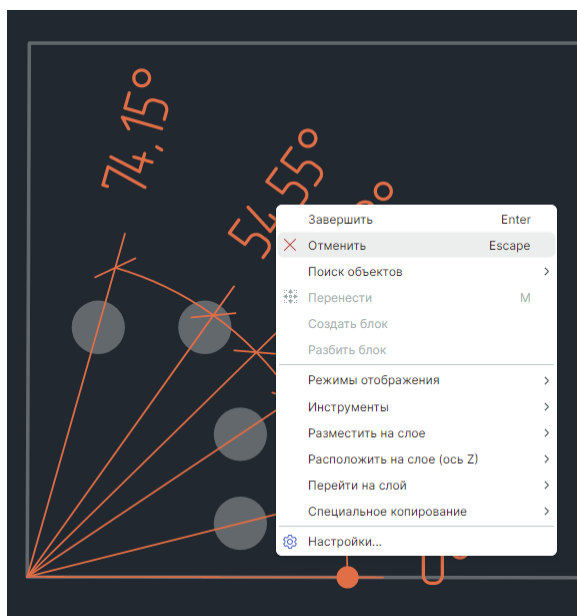

Рис. 472 Отмена размещения размерной линии
7. Размещение линии можно отменить, для этого нажмите клавишу «Escape» или вызовите контекстное меню и выберите «Отменить», см. Рис. 472.